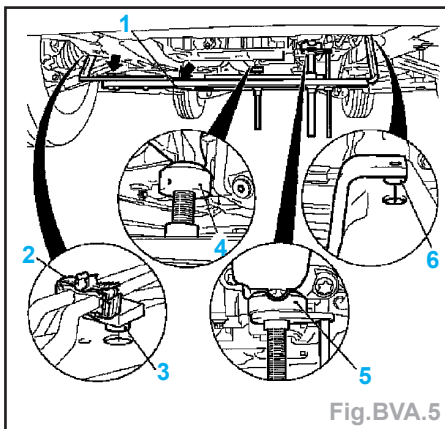

Fig.BVA.5
- Insérer l'outil **KM-6313** (1) dans le corps d'essieu avant (Fig.BVA.5).
- Insérer l'outil **KM-6313 (1)** dans le corps d'essieu avant (Fig. BVA.5).